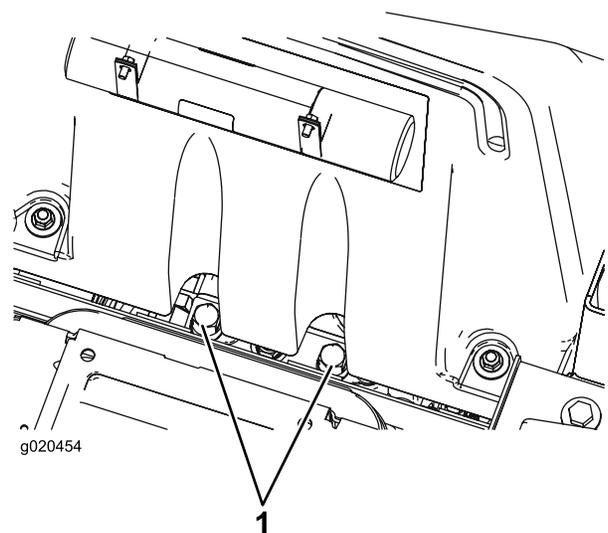

Figura 31
1. Sollevate il sedile. Le valvole di bypass sono posizionate sotto la parte anteriore del serbatoio (Figura 31).